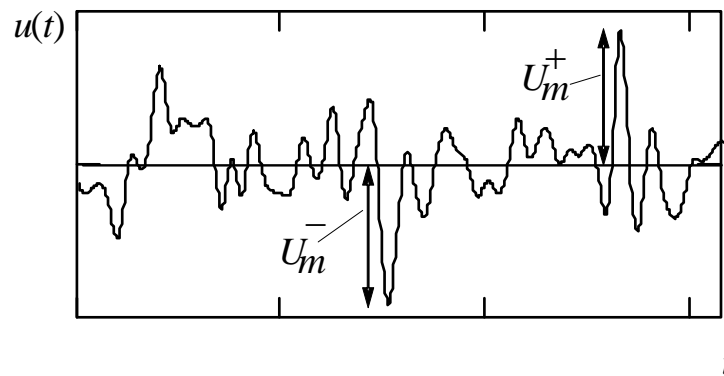

Рис. 2.4. Пиковое значение напряжения
– *пиковое (амплитудное) значение напряжения*. Это экстремальное значение на интервале наблюдения – или максимальное  $U_m^+$  или минимальное –  $U_m^-$  (рис. 2.4).